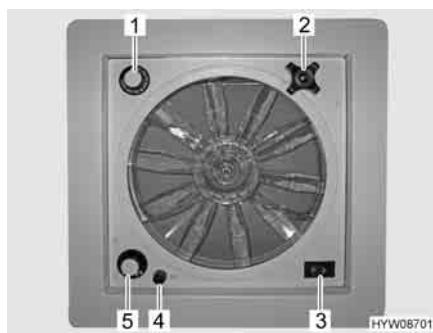

Fig. 40 Oblò con ventilatore
► Un fusibile da 4 A (Fig. 40,4) protegge da sovraccarico il motore del ventilatore. Se si verifica un sovraccarico: Individuare per prima cosa la causa (ad es. il ventilatore è sporco), poi sostituire il fusibile.
Apertura oblò: ■ Ruotare la maniglia girevole (Fig. 40,2), finché non si raggiunge l'angolo di apertura desiderato.
Aerazione/sfiato: ■ Portare l'interruttore a levetta (Fig. 40,3) su "Aerazione" (flusso d'aria dall'esterno verso l'interno) o "Sfiato" (flusso d'aria dall'interno verso l'esterno).
Spegnimento del ventilatore: ■ Portare l'interruttore a levetta (Fig. 40,3) sulla posizione centrale.
Impostazione della velocità del ventilatore: ■ Posizionare l'interruttore girevole (Fig. 40,5) sul grado desiderato:
Impostazione della temperatura: ■ Ruotare il termostato (Fig. 40,1) fino alla battuta in direzione "blu".